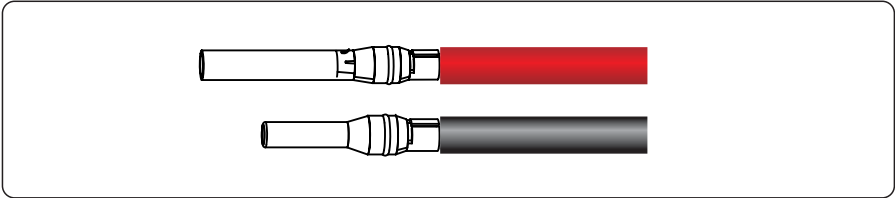

Figura 5.11 Crimping a metal connector
Passo 2 Insira as áreas expostas dos cabos de potência positivo e negativo nos terminais de metal dos conectores positivo e negativo respectivamente e prenda-os usando uma ferramenta de crimpagem, conforme mostrado na Figura 5.11.